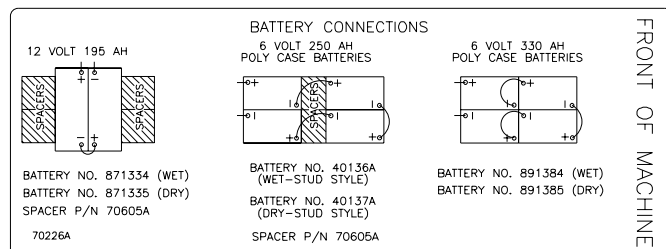

Abb. 8C
4. Verbinden Sie die Batteriekabel zwischen den Batterien und installieren Sie lange Batteriekabelanschlüsse, wie angegeben. Siehe Abb.8C.
5. Verbinden Sie die Verbindungsklemme der Batterieeinheit mit der Verbindungsklemme am Bedienpanel. Siehe Abb.8C.